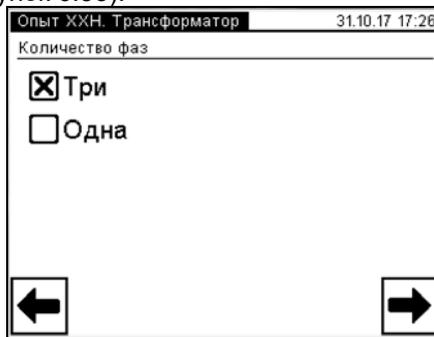
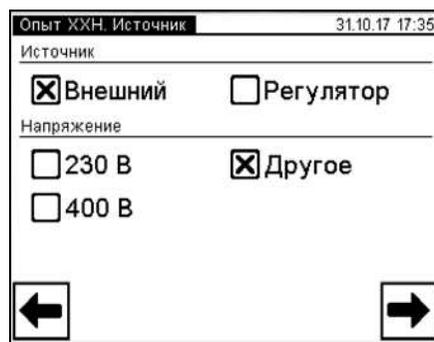

Рисунок 6.53
Рисунок 6.54
7) Выбрать вариант "Номинальное напряжение", после чего нажать на кнопку  для перехода в окно "Опыт XXН, Трансформатор" (рисунок 6.53).
8) Установить количество фаз проверяемого трансформатора, для чего в подразделе "Количество фаз" нажать в поле "Три" или "Одна" соответственно для трехфазного или однофазного трансформатора (рисунок 6.53).
9) Перейти в окно "Опыт XXН. Источник" (рисунок 6.54), для чего в окне (рисунок 6.53) нажать на кнопку .
10) Выбрать вариант источника питания, для чего в окне "Опыт XXН. Источник" в подразделе "Источник" (рисунок 6.54) выбрать "Внешний", если предполагается использовать нерегулируемый внешний источник, или "Регулятор" для регулируемого источника.